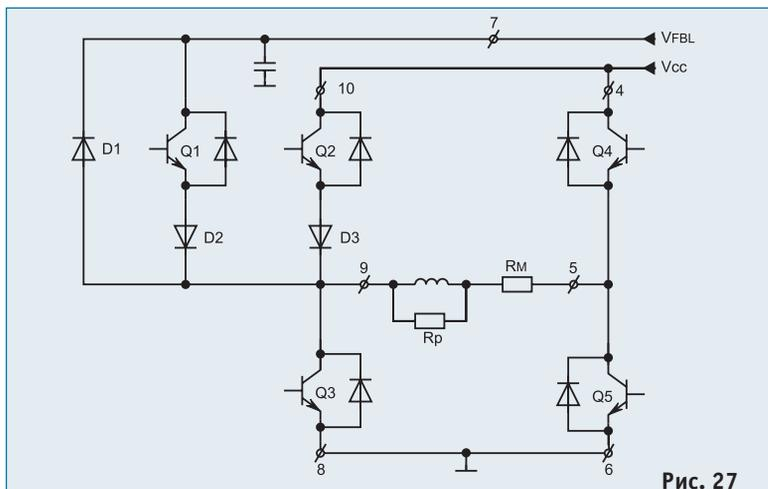
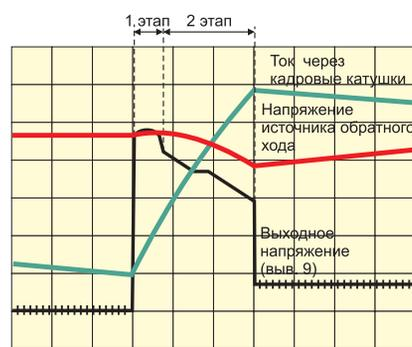

Рис. 27
Рис. 29
Выходной каскад микросхемы состоит из двух идентичных усилителей, включенных по мостовой схеме (рис. 27). Кадровые катушки отклонения и измерительный резистор подключаются к выходам усилителей (выв. 9 и 5). В первой части периода кадровой
На первом этапе (1) ток, за счет накопленной в кадровых катушках энергии, протекает от источника питания (выв. 4) через транзистор Q4, измерительный резистор R_M , кадровые катушки, диод D1 и конденсатор цепи питания обратного хода (см. рис. 27). При этом осуществляется зарядка конденсатора напряжением на выв. 9. Максимальное напряжение на выв. 9 будет на 2 В больше, чем напряжение питания источника обратного хода. Работу выходного каскада в период обратного хода развертки поясняет рис. 29.